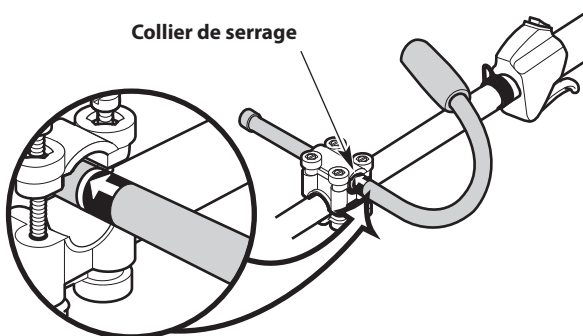

Fig. 6
6. Maintenez l'appareil en position de fonctionnement (Fig. 13) et relevez ou descendez la poignée dans le collier de serrage jusqu'à ce que la flèche/ligne de l'autocollant touche le collier de serrage (Fig. 6).